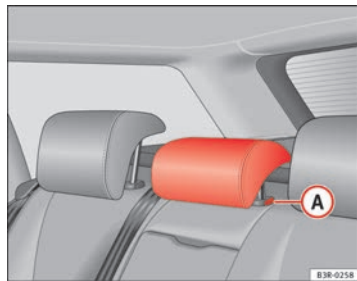

Fig. 114 Sedile posteriore centrale Poggiatesta
- Premere il pulsante (A) ⇒ fig. 114 e abbassare il poggiatesta.
- Premere il tasto (A) ⇒ fig. 114) ed estrarre contemporaneamente il poggiatesta.